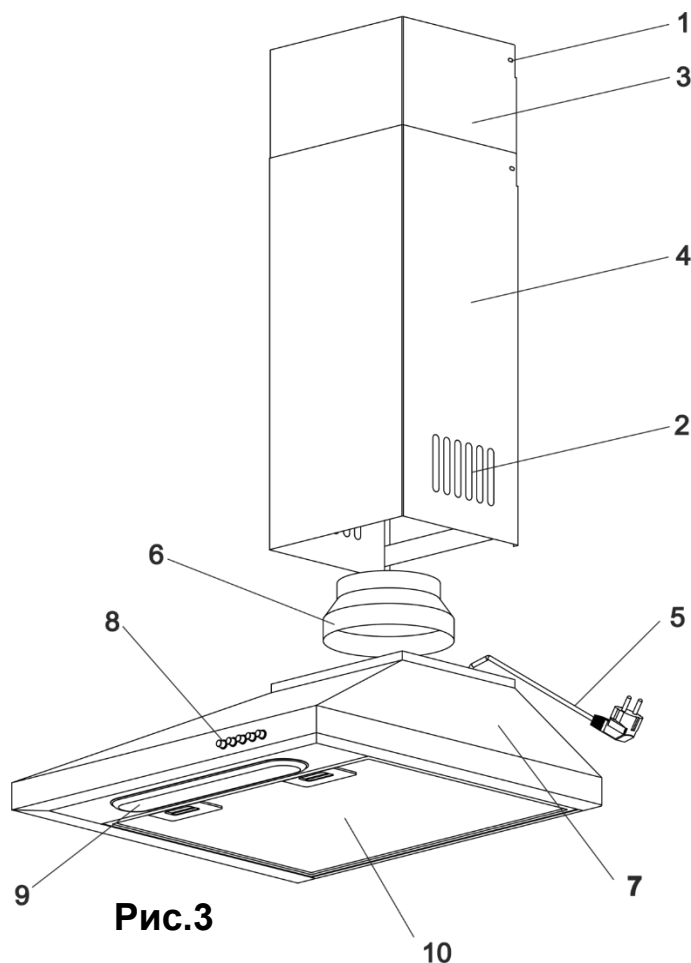

Рис.3
5.4 Витяжка складається з наступних складових частин (рис.3):